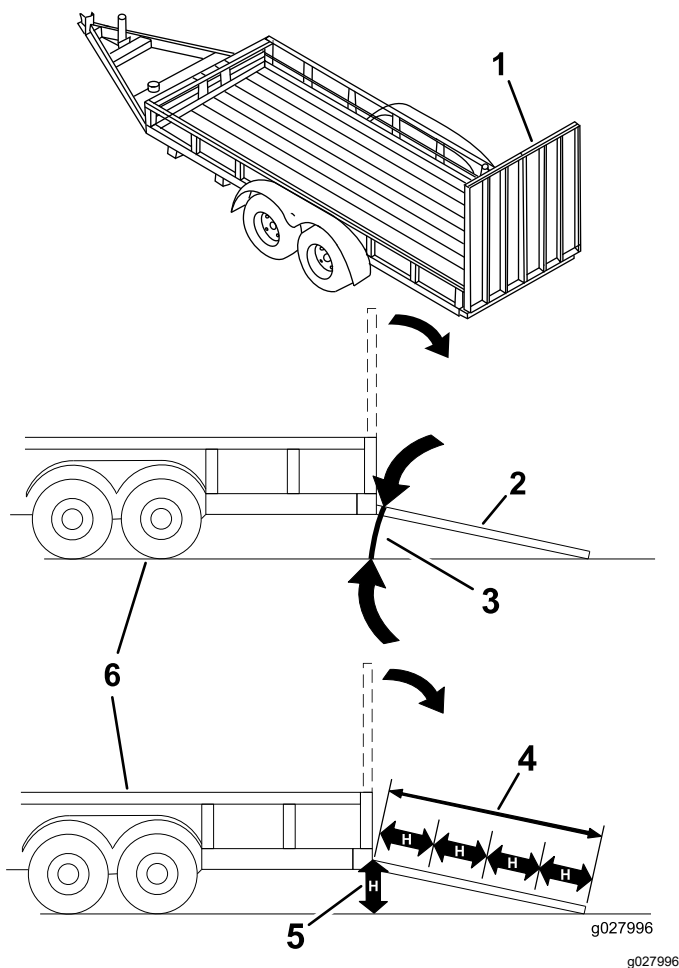

Figura 32
**Încărcarea unei maini pe o remorcă sau un camion crește riscul de răsturnare i poate cauza răniri grave sau moartea (Figura 32).**
3. Coborâi rampa, asigurându-vă că unghiul dintre rampă și sol nu depășește 15 grade (Figura 32).
1. Coborâi rampa, asigurându-vă că unghiul dintre rampă și sol nu depășește 15 grade (Figura 32).